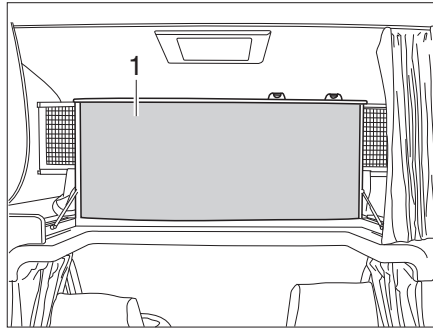

Bild 149 Alkovsäng, uppfälld
- Fäll upp alkovsängen (Bild 149,1) framtill. Alkovsängen hålls uppe av gasfjädrar.